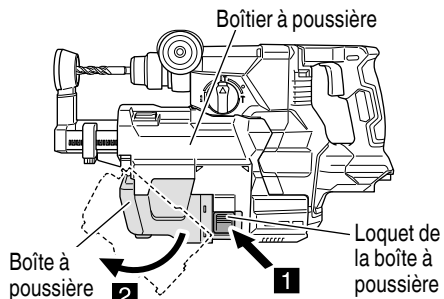

Fig. 13
- (1) Retirez la boîte à poussière (Fig. 13)